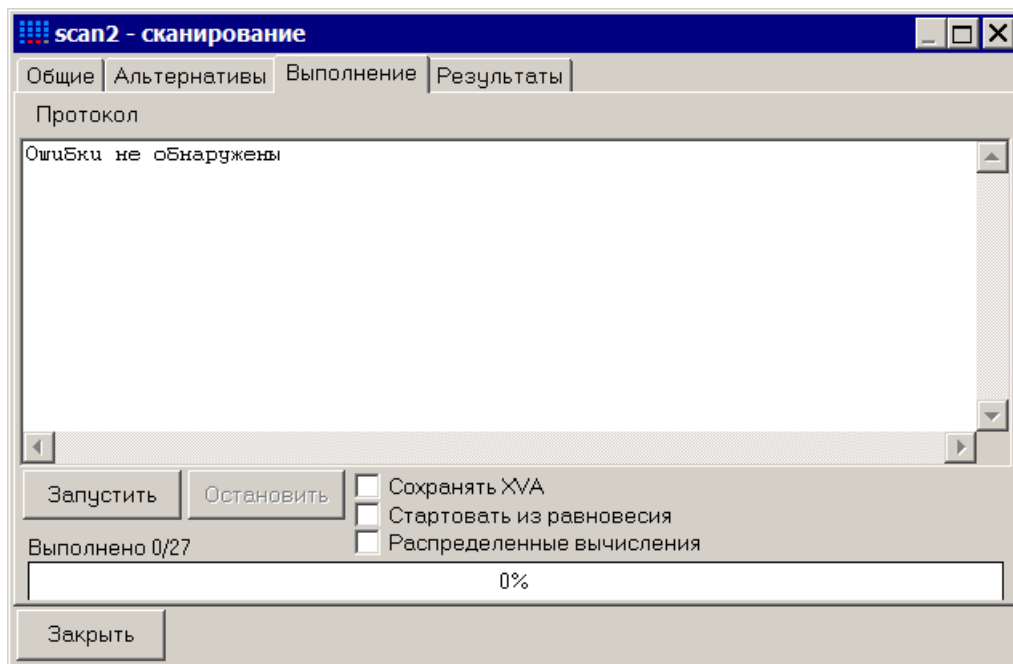

Рис. 2.12. Запуск проекта сканирования
2. При правильном описании проекта в поле **Протокол** появится сообщение «**Ошибки не обнаружены**», см. рис. 2.12.